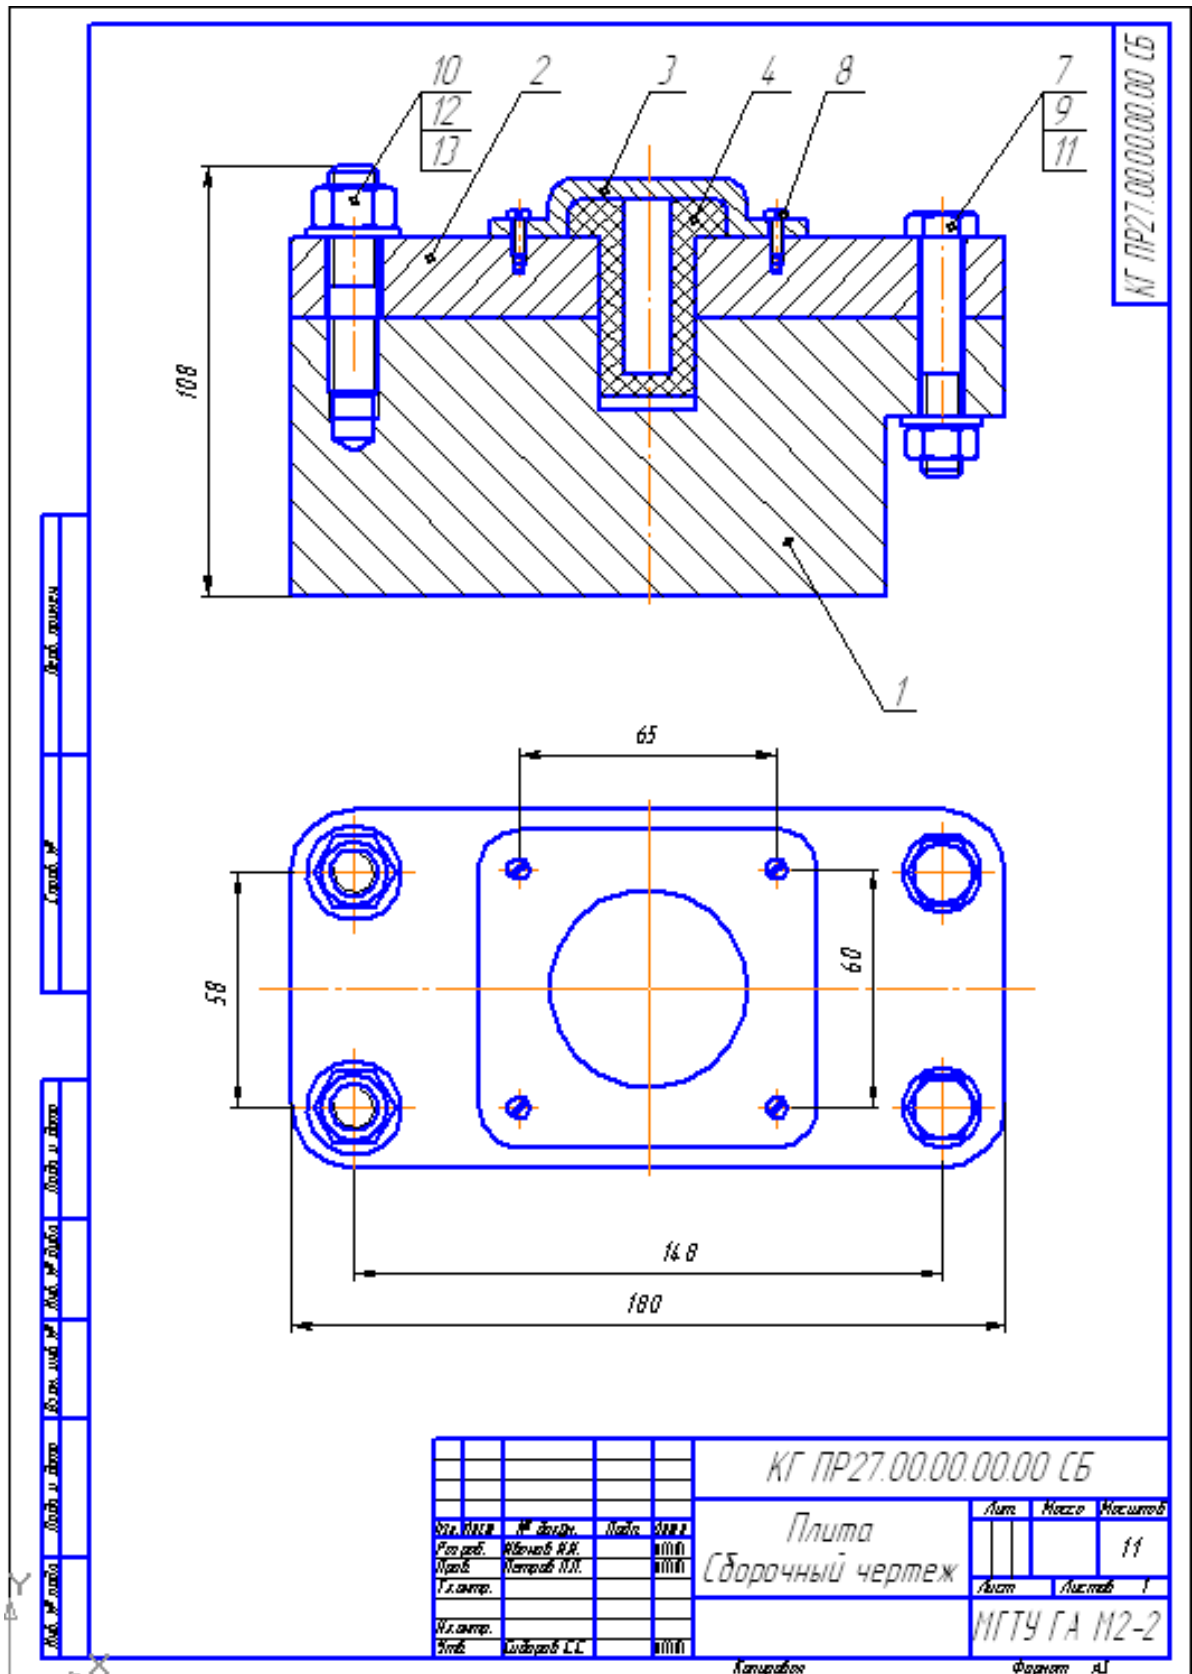

Рис. 2
**Задание.** Выполните сборочный чертеж, рис. 2, создайте объекты спецификации на стандартные изделия и детали и оформите спецификацию, рис. 1, в полуавтоматическом режиме.